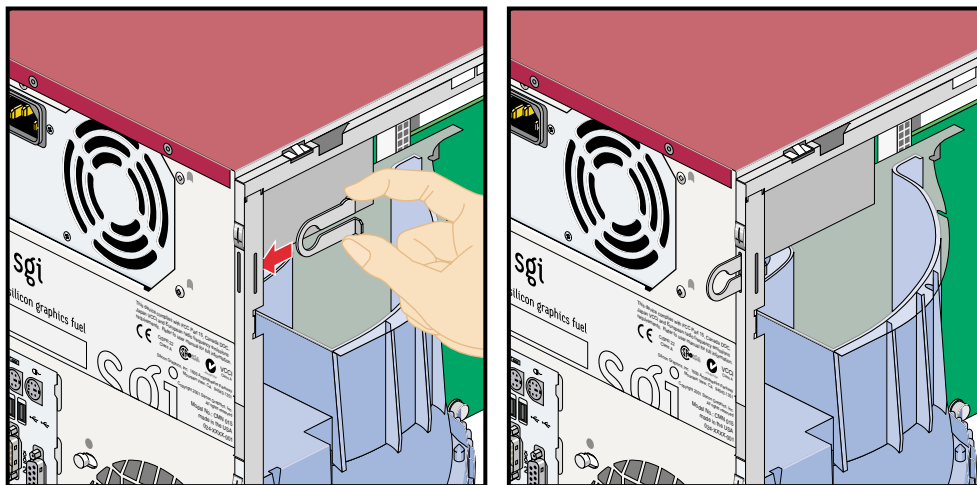

図 4-30 施錠穴の取付け
- シャーシの背面のロック・スロットの場所を確認します。続いて、施錠穴の細い方の端をシャーシの内側からスロットに挿入し、パチンという音がして所定の位置に収まるまで外側に押し込みます。図 4-30 を参照してください。